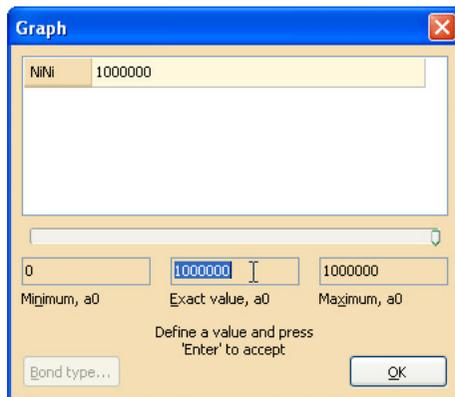

Рис. 18. Окно «*Graph*» и задание радиусов обрезки
4. Вызовите команду *Graph...* из меню *View*. Задайте радиус обрезки, заведомо превышающий расстояние между наиболее удаленными атомами в структуре, например,  $1000000 a_0$ . (Обратите внимание на то, что в окнах настроек «*NanoEvolver*» используются атомные единицы длины.) Для этого в поле *Maximum* введите  $1000000$ , затем введите  $1000000$  в поле *Exact value* и **обязательно нажмите Enter** для применения изменений (см. рис. 18). При этом в главном окне должен отрисоваться *полный граф* наноструктуры. Закройте окно *Graph* нажатием кнопки *OK*.